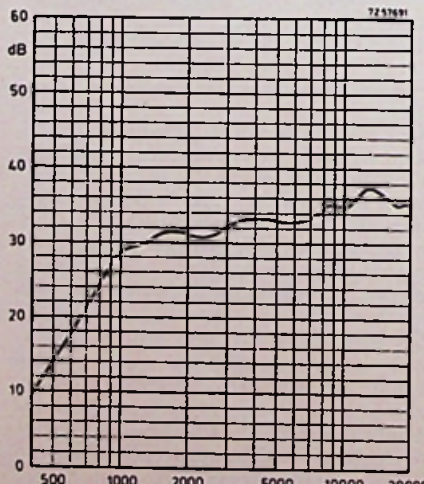

Fig. 1. Frequentie karakteristiek.
- frequentiegebied: zie fig. 1